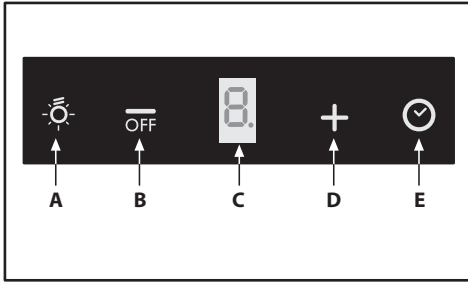

Fig.8
• **Microinterruttore (Fig.8 - 9 - 10):**
Attenzione! Questa cappa è dotata di un **microinterruttore** che permette di attivare le funzioni (luce e velocità del motore) tramite l'apertura del carrello telescopico. Se il carrello telescopico è chiuso, né le luci né le velocità del motore potranno essere attivati (Fig.8 - 9 - 10).
• **Comandi (Fig.8):**